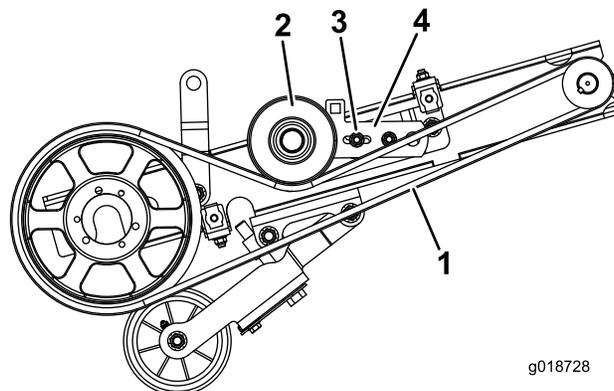

图24
1. 卸下将惰轮皮带轮支架固定到张紧力调节支架的螺母和螺栓（支架中长圆孔内的螺栓）（图24）。
4. 卸掉下皮带防护罩和滚刀驱动皮带 (图24)。